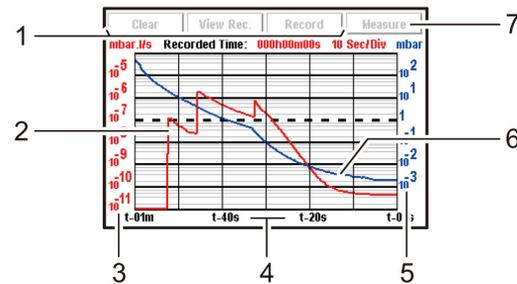

図 10: 「グラフ」画面
- [Record] (図 10 の 1 参照)を押して記録を開始します。
- 「グラフ」画面(図 10)を表示します(7.1.1 参照)。
- ⇒ ⇒ 「グラフ」画面(図 10)を表示します。
- [View Rec.]を押して最後に記録が削除された時点以後の記録を表示します(図 10 の 1 参照)。
- [View Rec.] (図 10 の 1 参照)を押します。